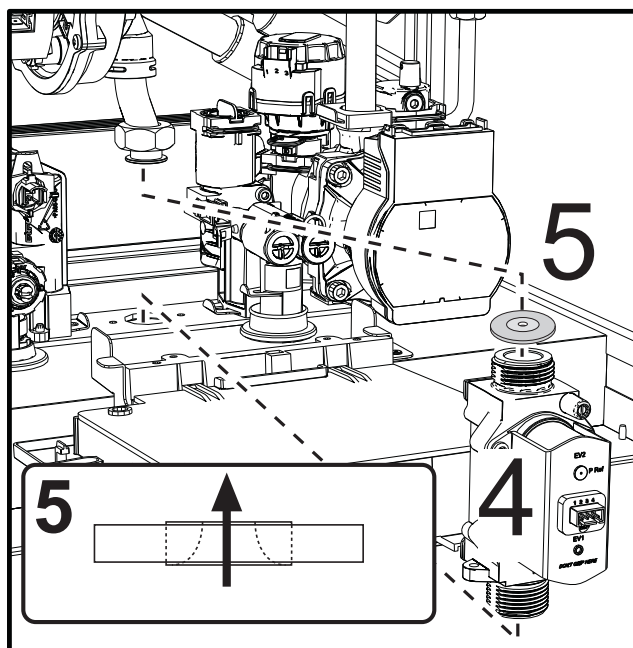

рис. 46
- Выньте газовый клапан "4" и газовую диафрагму "5" (рис. 46).